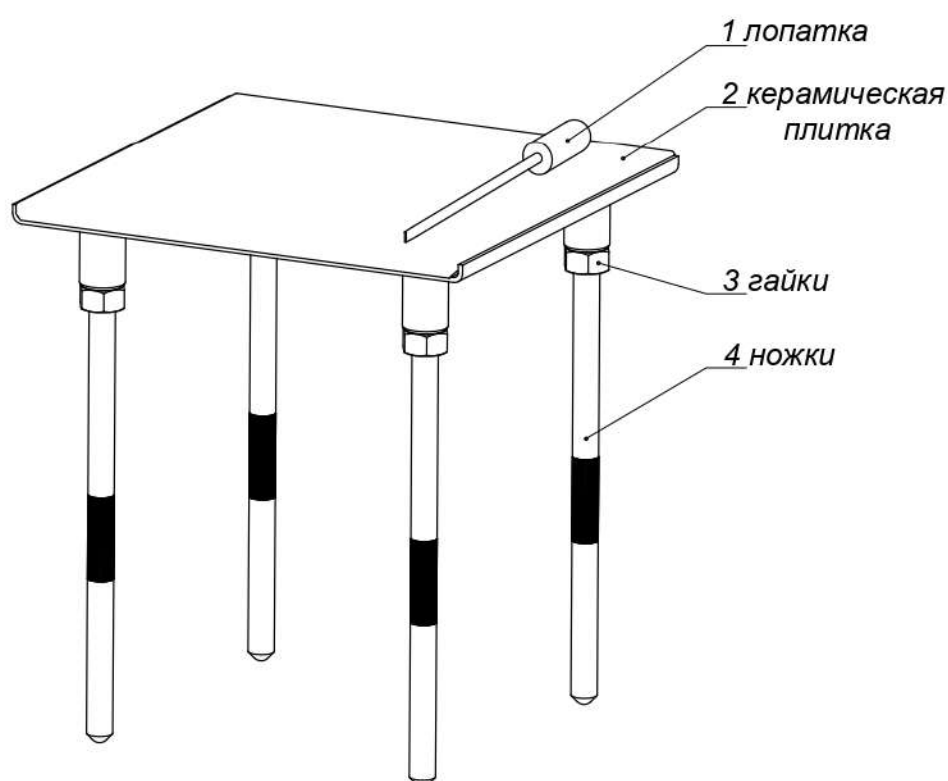

Рисунок 3 – Внешний вид стола
- 1.4.2.6 Столик для охлаждения битума (см. рисунок 3) с керамической плиткой 2 расположен на четырех ножках 4. Корректность установки контролируется стандартным уровнем. Для установки столика строго в горизонтальном положении необходимо отрегулировать высоту ножек, ввинчивая или отвинчивая их относительно соответствующих втулок стола. После регулировки горизонтальности стола необходимо зафиксировать ножки при помощи гаек 3. Для удобства проведения манипуляций над битумом предусмотрена лопатка 1.